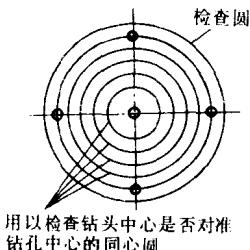

图 2-18 在钻孔划线上打样冲眼的方法
- 5) 为检查钻孔后的位置是否正确,在划线时就划好几个同心检查圆,在与加工尺寸线相同的一个圆上打检查样冲眼(图 2-18)。